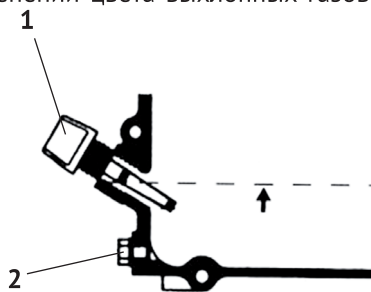

рис.10
- на прогревом до рабочей температуры двигателя откройте пробку-щуп маслозаливной горловины (рис.10 поз.1) и болт для слива масла (рис.10 поз.2), предварительно разместив под сливным отверстием вспомогательную ёмкость;
- залейте масло в горловину, до нижнего края заливного отверстия как показано на рис.10.